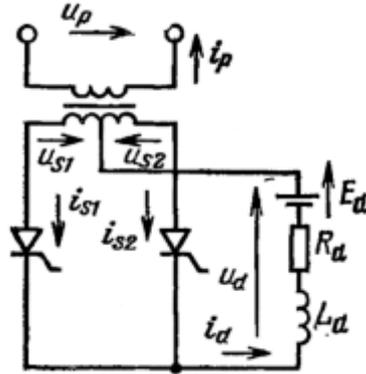

Рисунок 7 – Управляемый преобразователь со схемой 1Ф1Н2П
14. Постройте кривые и определите значения выпрямленного напряжения, выпрямленного тока и токов сетевой и вентильной обмоток преобразовательного трансформатора в схеме 1Ф1Н2П, показанной на рис. 7. Трансформатор и вентили идеальные, $k_{mp} = 1$, $U_s = U_{s1} = U_{s2} = 100$ В, $E_d = 70,5$ В, $R_d = 1$ Ом, $L_d \approx \infty$, $\alpha = 150^\circ$.